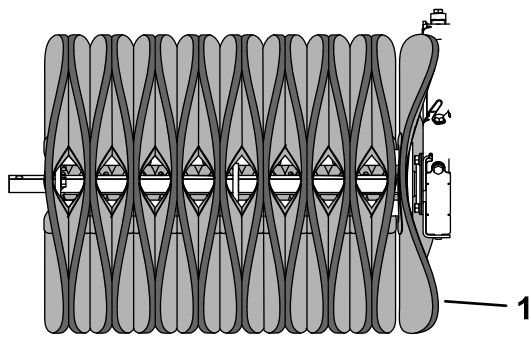

Figura 27
- Siga deslizando las escobillas por el eje, girando las puntas por el eje y alternando la curva de las escobillas hasta que todas las escobillas estén instaladas (Figura 27).